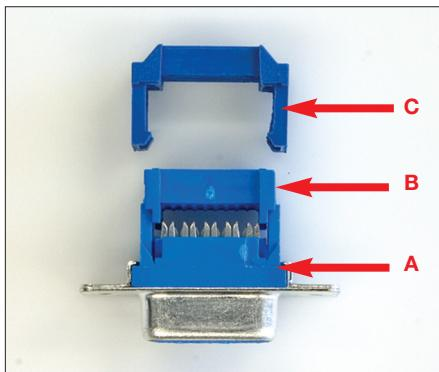

Bild 39: Bestandteile eines Steckers in Schneidklemmtechnik; A – Steckverbinder, B – Einpresser, C – Sicherungsbügel
Bei dieser Technik wird die Leitung nicht abisoliert, sondern mit ihrer Isolierung auf die Schneidklemme gelegt und normalerweise mit einem Spezialwerkzeug in die Klemme hineingedrückt. Jeder Steckverbinder (Bild 39) besteht aus drei Teilen: dem eigentlichen Steckverbinder (A), ei-